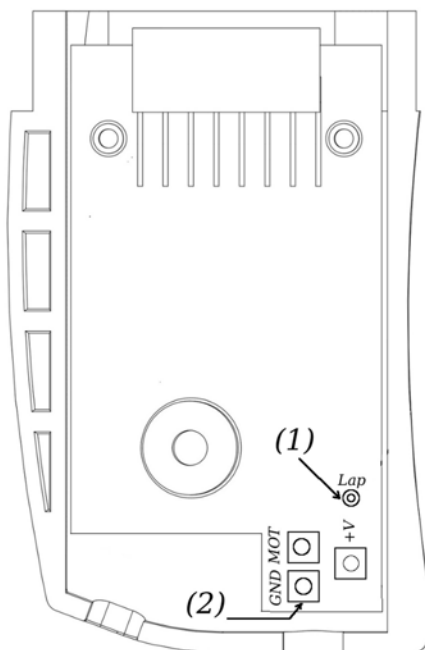
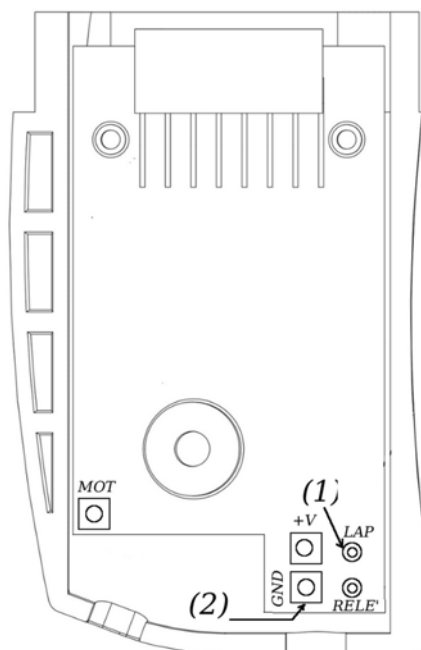

Figura 9: cartucho analógico negativo/positivo.
Figura 10: cartucho alta corriente.
- insertar el enchufe del cable USB (10) de la *Universal Live Timing Box* en la toma USB del mando SCP-01;
- insertar el enchufe USB del cable “*connection cable*” (12), soldado al cartucho del mando SCP-01 (para las instrucciones leer el punto sucesivo), en la toma USB del cable “*Track to Telemetry cable*” que sale de la *Track Interface*. Si se desea evitar el utilizzo del cable “*connection cable*” (12) de la *Universal Live Timing Box*, el usuario puede seguir las instrucciones descritas en el punto (1);
- soldadura “*connection cable*” (12) al cartucho: con referencia a las figuras 9 y 10, el cable negro deberá ser soldado en el punto (2), mientras el rojo en el punto(1). La figura 9 se puede tomar como referencia en el caso que se utilice un cartucho analógico positivo o negativo, y la figura 10 en el caso que se utilice un cartucho de alta corriente. **IMPORTANTE:** la soldadura se debe hacer manteniendo el cartucho desconectado de la fuente de alimentación; proceder con prudencia únicamente sobre los puntos del circuito indicado;